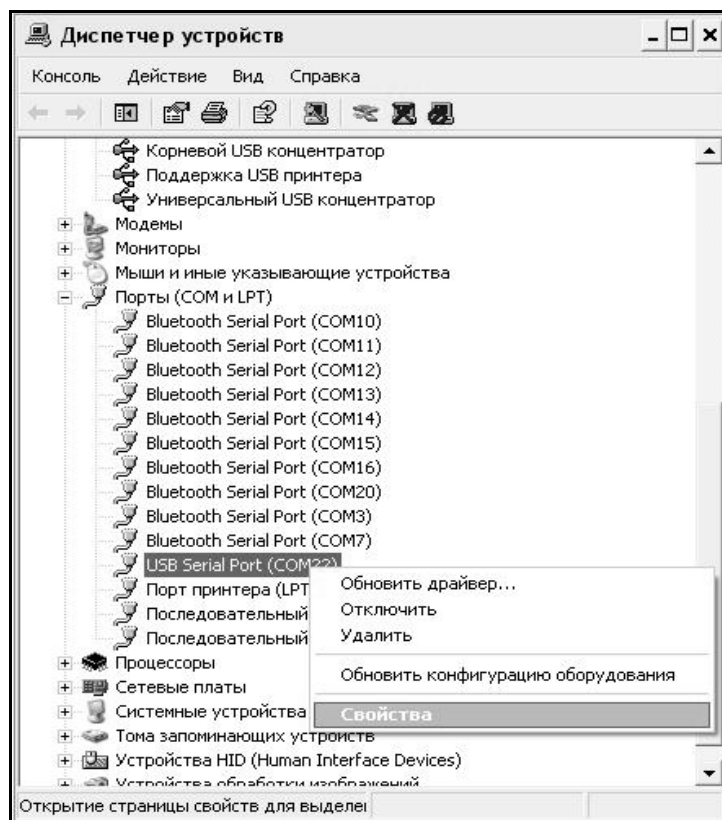
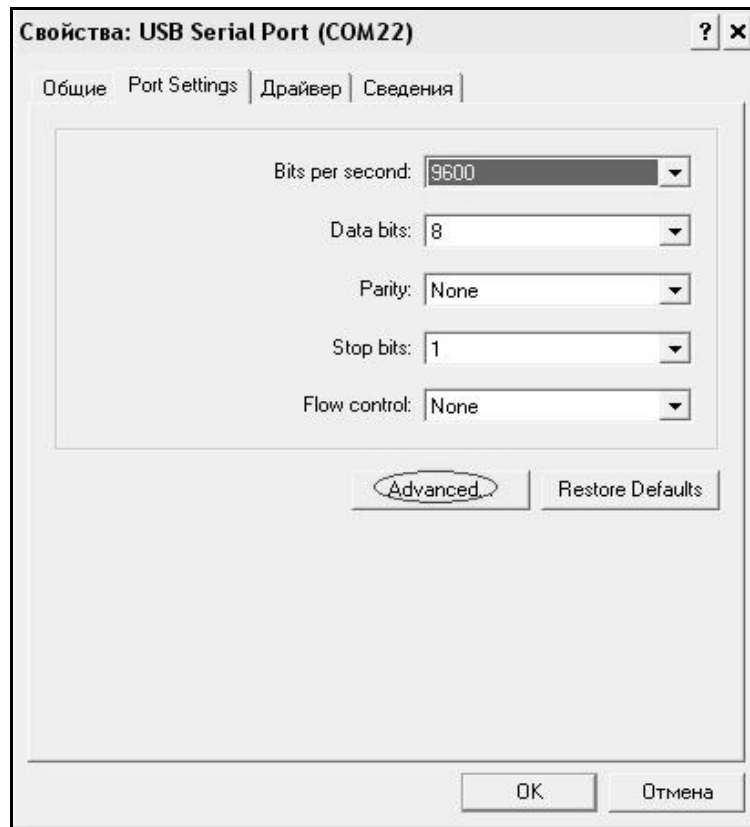

Рисунок 9 - Окно диспетчера устройств
Рисунок 10 - Окно свойств USB-порта
– найти строку «USB Serial Port (COM №)», в скобках указан номер COM-порта, если номер в скобках «1», то настройка завершена и ничего менять не нужно, если номер не «1», то необходимо вызвать окно свойств «USB Serial Port (COM №)» (правой клавишей мыши щелкнуть по строке USB Serial Port (COM №) и выбрать пункт меню «Свойства») (см. рис. 9), перейти на вкладку «Параметры Порта», нажать кнопку «Дополнительно» (см. рис. 10) и в выпадающем списке «Номер Com-порта» выбрать «COM 1» (см. рис 11), нажать кнопку «ОК».